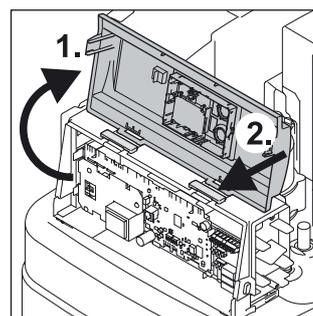

Bild 4-22 Frontblende öffnen und in Montageposition bringen.
- Frontblende 180° drehen und auf dem Schaltfeldgehäuse in Montageposition bringen (Bild 4-22).